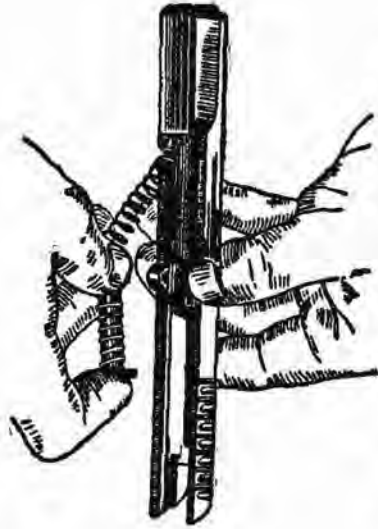

Рис. 77. Как вынуть возвратную пружину
4) вынуть возвратную пружину: удерживая затвор левой рукой возвратной пружиной кверху, правой рукой вынуть пружину из кобура затвора вместе с направляющим стержнем и наконечником (рис. 77);